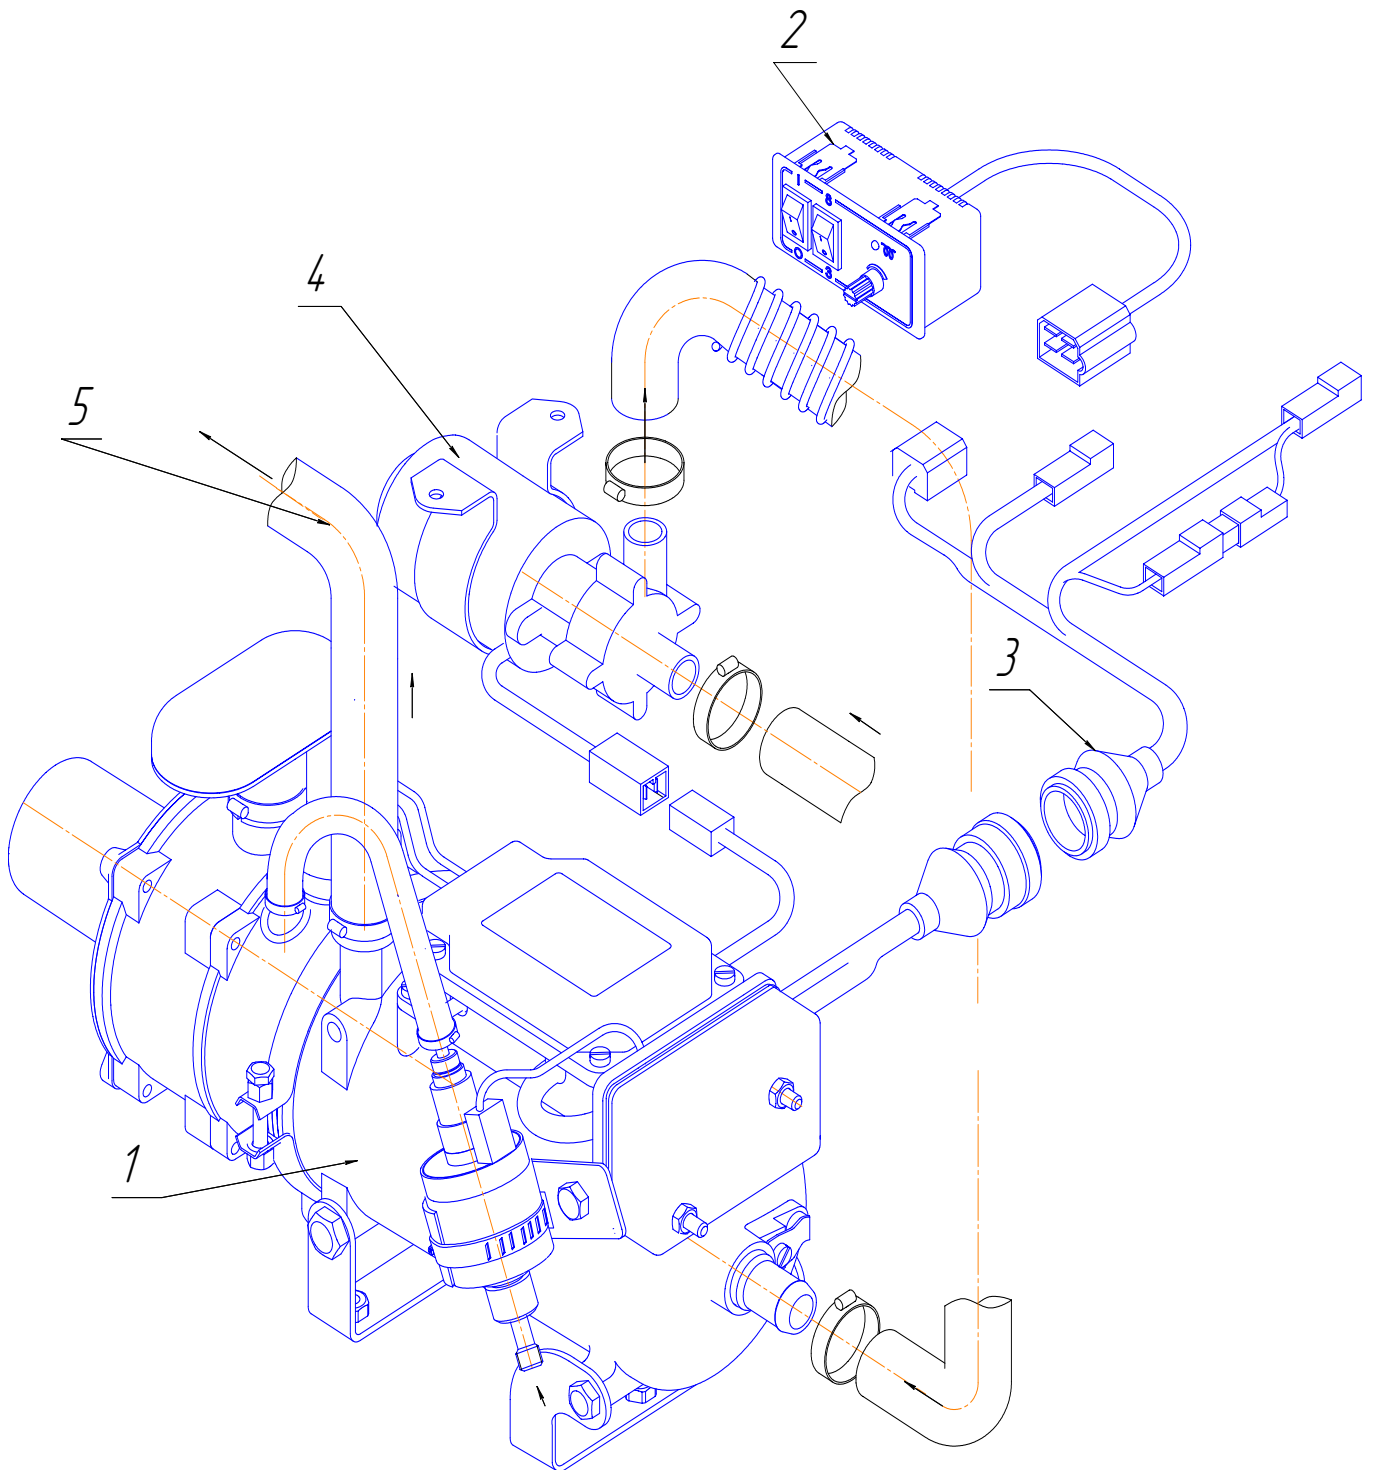

Рис.1- Основные сборки подогревателя 11ТС, 14ТС-10.
- 1 Основные сборки предпусковых **подогревателей** 11ТС и 14ТС-10 согласно - рис. 1 и перечню сборок – таблица 1;